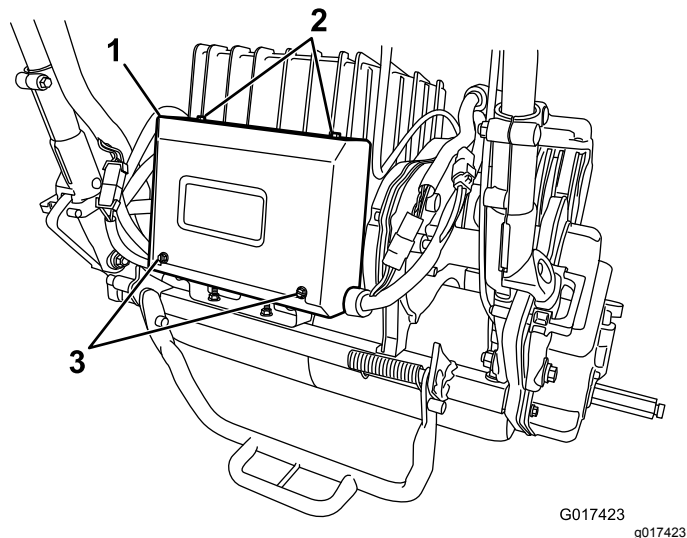

図 41
2. 電気ボックスの後部ねじ2本を取り外し、上側のねじ2本をゆるめて、ボックスカバーを外す 図 41。